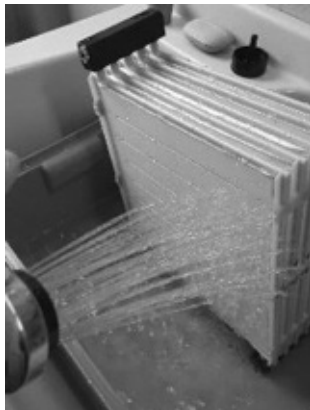

Abb. 17: Staub abwaschen
- Waschen Sie die Staubspuren vorsichtig mit Hilfe einer Handdusche, eingestellt auf weichen Wasserstrahl, ab (siehe Abb. 17). Die innenliegenden Befeuchterelemente können ebenfalls auf diese Weise gereinigt werden.